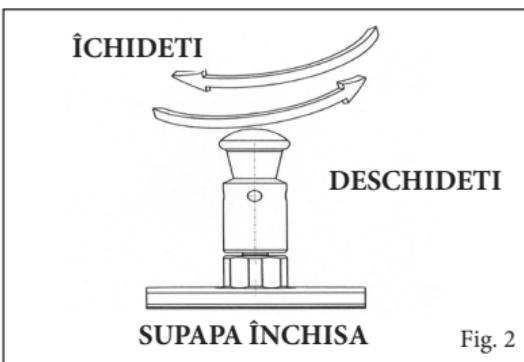

Fig. 2
- valvă de exercițiu de tip cu greutate de funcționare la o presiune (fig. 2)
După ce ați scos oala din ambalaj verificați ca aceasta să nu fi suferit daune în timpul transportului: în caz de dubiu nu se va utiliza și vă veți adresa vânzătorului. Înainte de utilizarea oalei mai întâi spălați-o cu grijă, amintindu-vă de a nu spăla capacul în mașină de spălat vesela ci doar cu apă curentă. Pentru a spăla valva de exercițiu se va deșuruba partea mobilă rotind-o în sensul invers celor de ceasornic și ridicând-o până la detașarea ei de suportul fixat pe capac (fig. 2). Se vor folosi doar detergenți pentru vase; se va ține cont de această procedură de spălare după fiecare utilizare a oalei.
Pentru a descărca presiunea la sfârșitul gătirii se va scoate oala de pe sursa de căldură, se va lăsa să se răcească și se va ridica partea mobilă a valvei și se va roti în sens antiorar până când nu rămâne ridicată. Nu se va încerca deșurubarea ei ulterioară. Se va atinge doar partea din plastic pentru a evita arsuri (fig. 2).
Lăsați să se răcească oala și descărcați în totalitate vaporii deschizând valva de exercițiu (vezi fig. 2).